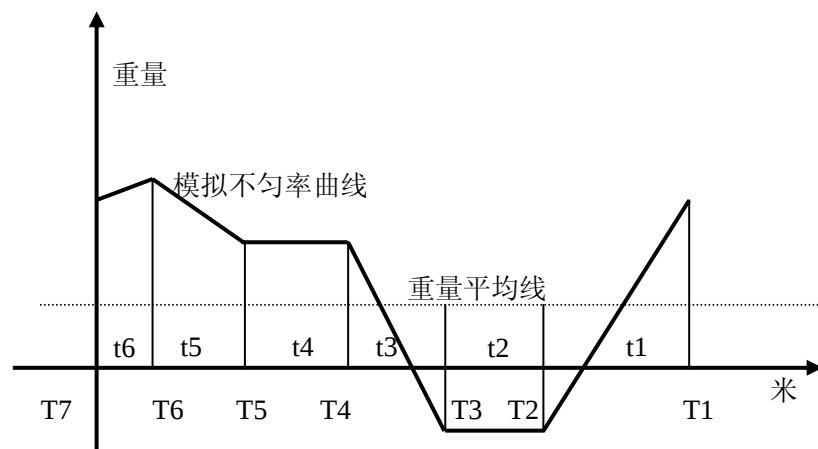

图 1 棉卷不匀率分析图
2、取出两条曲线的共同点，根据曲线的趋势为曲线分段，用直线横拟出一条不匀率曲线，假设如图 1 所示。
3、求出棉卷每米平均重量 $W_{\text{平均}}$ ，在图 1 中画出这条重量平均线。